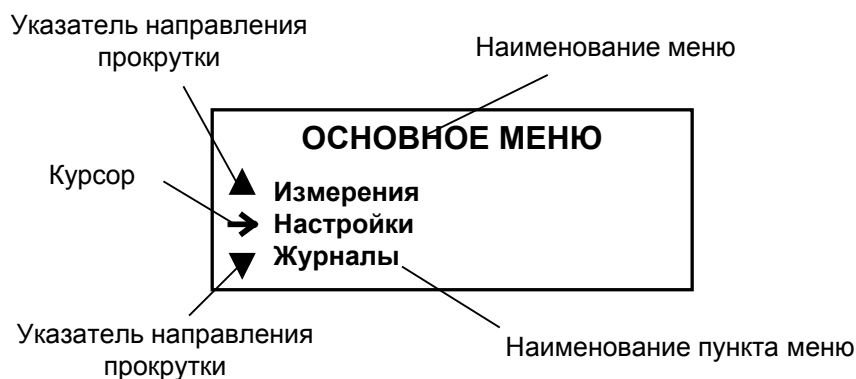

Рис. 1. Вид индикации меню.
- 1.1.2. Индикация на дисплее состоит из наименования меню (окна), располагающегося неподвижно в первой строке дисплея жидкокристаллического индикатора (ЖКИ), и наименований пунктов меню (параметров), которые могут смещаться вверх или вниз (рис.1).
При переходе в меню (окно) нижнего уровня курсор устанавливается напротив первого пункта меню (параметра) вместо верхнего указателя направления прокрутки. После начала прокрутки списка курсор устанавливается между верхним и нижним указателями направления прокрутки (рис.1). При достижении последнего (первого) пункта меню из списка курсор перемещается на место нижнего (верхнего) указателя прокрутки.